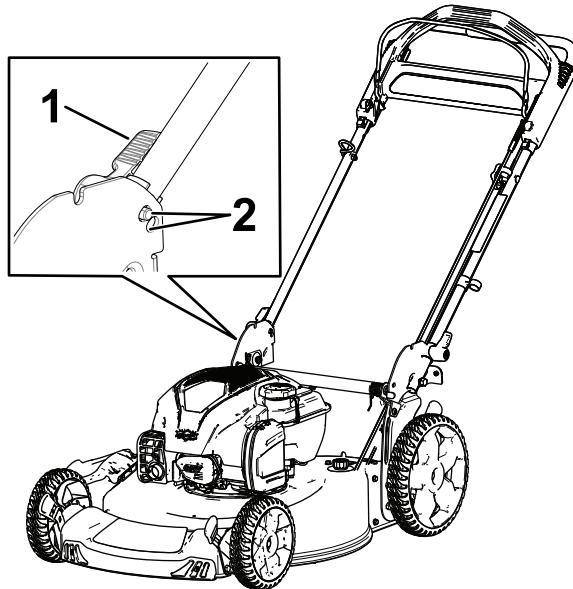

Figura 4
3. Impostate il fermo della stegola in una delle 2 posizioni (Figura 4) fino a quando il perno non scatta in posizione per bloccare la stegola nella posizione operativa.